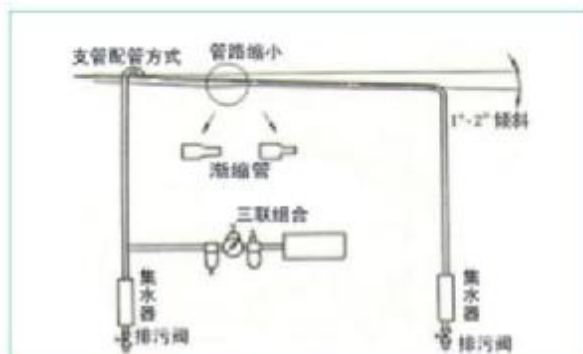
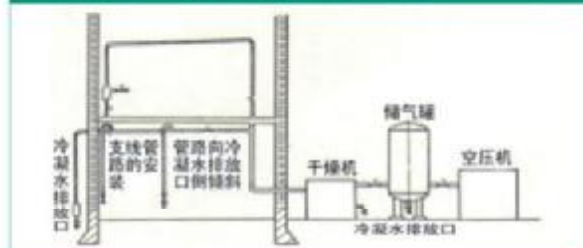

图2 支管管路配管方式
图1 空压机系统管路配置图
(1) 主管路配管时，管路须有1°~2°的倾斜度，以利于管路中冷凝水的排出，如图1、图2示。
(2) 配管管路的压力不得超过空压机使用压力的5%，故配管时最好选用比设计值大的管路，其计算公式如下：
(3) 支线管路必须从主管路的顶端接出，以避免主管路中的凝结水下流至工作机械中或者回流至空压机中。
(4) 管路不要任意缩小或放大，管路需使用渐缩管，如图2所示。若没有使用渐缩管，在接头处会有扰流产生。产生扰流则会导致大的压力降，同时对管路的寿命也有不利影响。
(5) 空压机之后如果有储气罐及干燥机等净化缓冲设备，理想的配管顺序应是空压机+储气罐+干燥机。储气罐可将部分的冷凝水滤除，同时也有降低气体温度的功能。将较低温度且含水量较少的压缩空气再导入干燥机，则可减轻干燥机负荷。
(6) 若空气使用量很大且时间很短，最好另加装一储气罐做为缓冲之用，这样可以减少空压机加载次数，对空压机使用寿命有很大的益处。
(7) 管路中尽量减少使用弯头及各种阀类。
(8) 理想的配管是主管线环绕整个厂房，这样可以在任何位置均可以获得双方向的压缩空气。如在某支线用气量突然大增时，可以减少压降。除此之外，在环状主管线上应配置适当的调纽，以利于检修时切